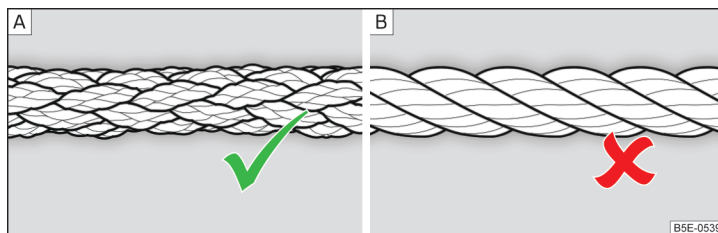

Fig. 336 Cable para remolcar trenzado / Cable para remolcar en espiral
Para remolcar por medio de un cable para remolcar usar solamente un cable de fibra plástica en espiral » fig. 336 - [A] verwenden » **!**.
- » fig. 336 - [B], la argolla de remolque puede desenroscarse en el vehículo - ¡Existe peligro de accidente!